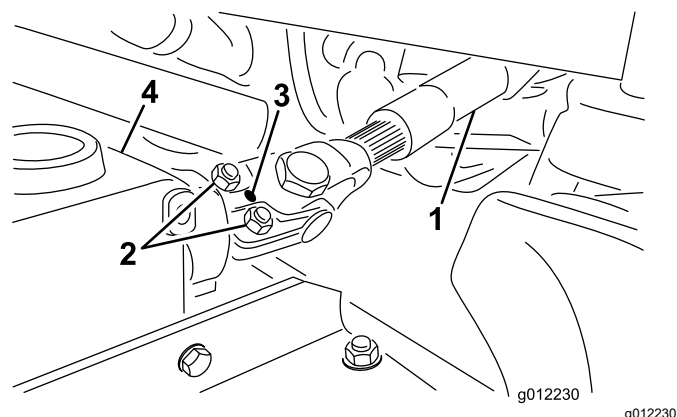

Figure 6
- A. Déposez la goupille cylindrique de la chape d'extrémité et de l'arbre du boîtier d'engrenages (Figure 6).
B. Desserrez les 2 vis et contre-écrous (Figure 6).
- C. Fixez la chape d'extrémité de l'arbre d'entraînement de PDF sur l'arbre du boîtier d'engrenages avec la goupille cylindrique (Figure 6).
- D. Serrez les contre-écrous pour fixer la chape d'extrémité sur l'arbre du boîtier d'engrenages (Figure 6). Serrez les contre-écrous à un couple de 20 à 25 N·m.